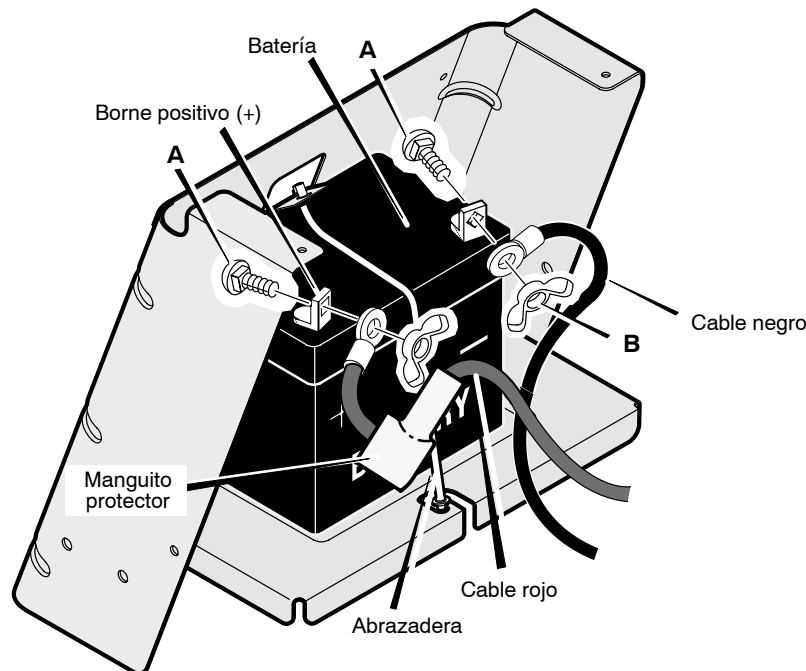

Figura 66
1. Desconecte el **cable negro** del **borne negativo (-)** (Figura 66).